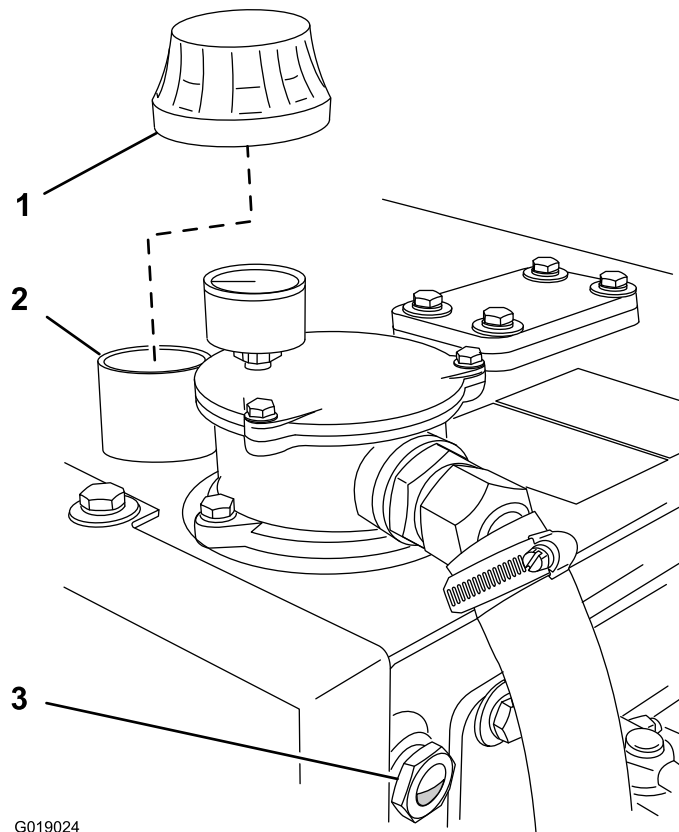

Figure 28
4. Nettoyez la surface autour du bouchon/reniflard et du goulot de remplissage du réservoir hydraulique. Nettoyez le viseur de niveau du réservoir hydraulique (Figure 28).
5. Vérifiez qu'une bulle d'air de 6,35 à 12,5 mm (0,25 à 0,50 po) se trouve au sommet du regard (Figure 28).